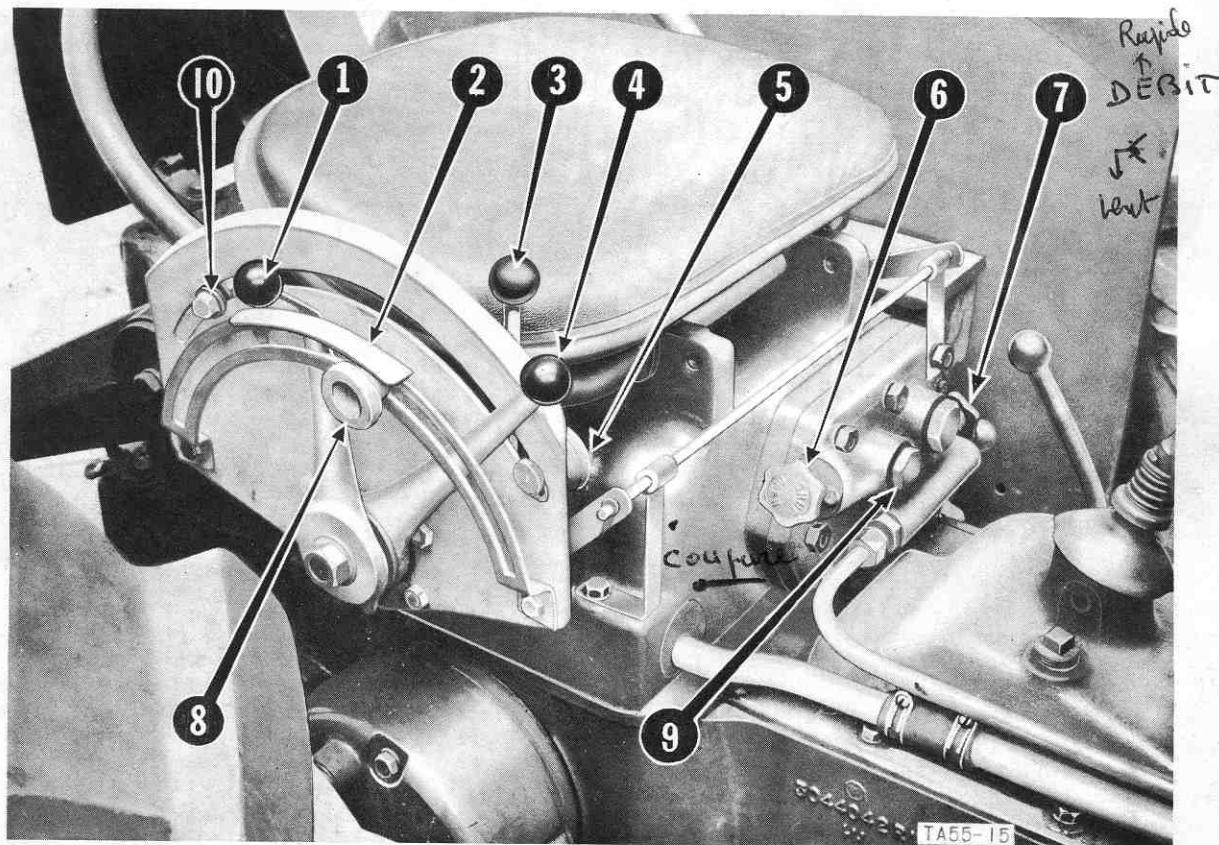

Fig. 15 - Commandes du système hydraulique "Vary-Touch"
Toutes ces commandes sont d'un accès facile pour le conducteur (fig. 15).
Ce levier ("4", fig. 15) commande le relevage et l'abaissement de l'attelage 3-points. Poussez-le vers l'avant pour abaisser et tirez-le vers l'arrière pour relever.
1. Placez le levier de modulation de traction "1", fig. 15 sur sa position la plus avancée.
2. Tirez le levier de contrôle de position en arrière contre sa butée de position haute extrême "10", fig. 15. La figure 16 montre la position des deux leviers.
a) Desserrez la vis du secteur de modulation de traction ("8", fig. 15). Ceci permettra la libre course du levier de modulation de traction.
b) Déplacez vers l'avant du secteur la vis de butée de position ("5", fig. 15) et verrouillez-la à l'aide du bouton moleté.
e) Une fois obtenu le réglage désiré, réglez le secteur ("2", fig. 15), de manière que le levier se trouve à mi-course et verrouillez-le avec le bouton moleté. Ceci réservera une gamme de travail au levier de modulation de traction, pour laquelle des modifications de profondeur pourront être obtenues en fonction des accidents du terrain.
Une manette de contrôle de débit à deux voies (7, fig. 15) est prévue pour régler le débit allant de la pompe au système hydraulique.
Ce clapet (6, fig. 15) est prévu pour arrêter le fonctionnement de l'attelage 3-points lorsque des relevages extérieurs sont utilisés. Il devra également être employé avec des instruments portés. En fermant le clapet (sens des aiguilles d'une montre), le circuit est interrompu et empêche ainsi l'abaissement d'un instrument par une manœuvre inconsidérée du levier de contrôle de position. LE CLAPET DOIT ÊTRE TOUJOURS OUVERT OU FERMÉ A FOND.
Poussez à fond vers l'avant le levier de modulation de traction et placez le levier de contrôle de position sur la position de "retenue". Faites fonctionner le levier de commande de la valve auxiliaire (3, fig. 15) en le levant pour relever et en le repoussant vers le bas pour abaisser.
Pour manœuvrer, poussez le levier (3, fig. 15) vers l'avant pour abaisser et tirez-le vers l'arrière pour relever. Une fois relâché, il reviendra automatiquement en position de retenue.